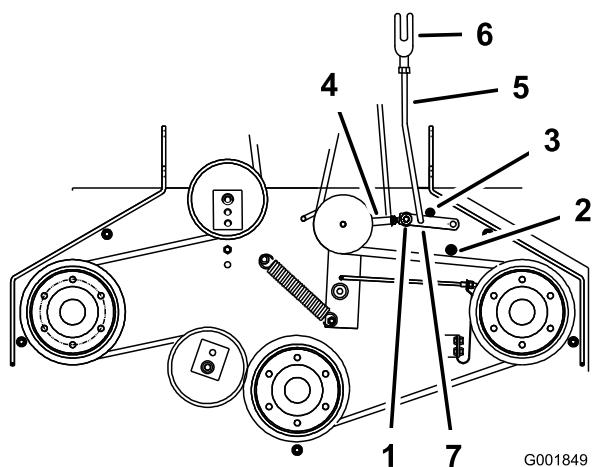

Figure 48
5. Vérifiez que le bras d'assistance est en appui contre la butée arrière sur le tablier (Figure 48).
7. Le bras d'assistance doit toucher la buté avant sur le plancher. Dans le cas contraire, réglez le levier coudé pour le rapprocher du renfort (Figure 48).
8. Pour ajuster la biellette du bras d'assistance, enlevez la goupille fendue du bras d'assistance (Figure 48).
11. Installez la biellette dans le bras d'assistance et fixez-la avec la goupille fendue (Figure 48).